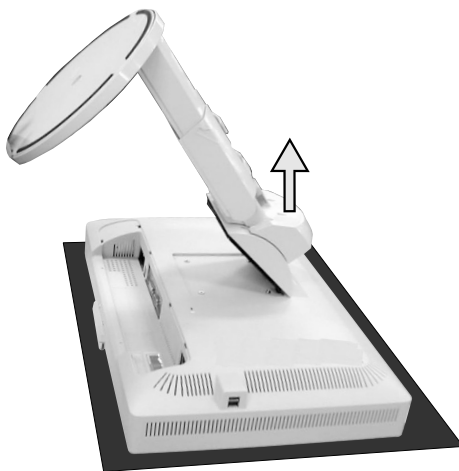

Figura S.4
5. Rimuovere il supporto (**figura S.4**).